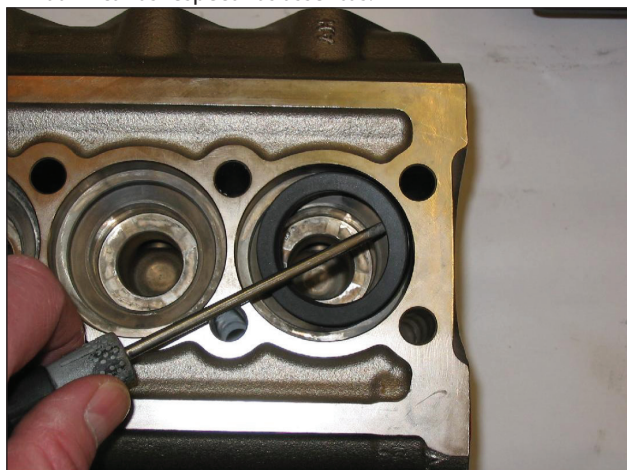

Fig. 21
C) Retire a retenção de alta pressão do cabeçote e as de baixa pressão do suporte relativo usando ferramentas simples como indicado na Fig. 21, tomando cuidado para não danificar os respectivos assentos.
Preste atenção à ordem de desmontagem do pacote de vedantes, conforme indicado na Fig. 21, composto de: